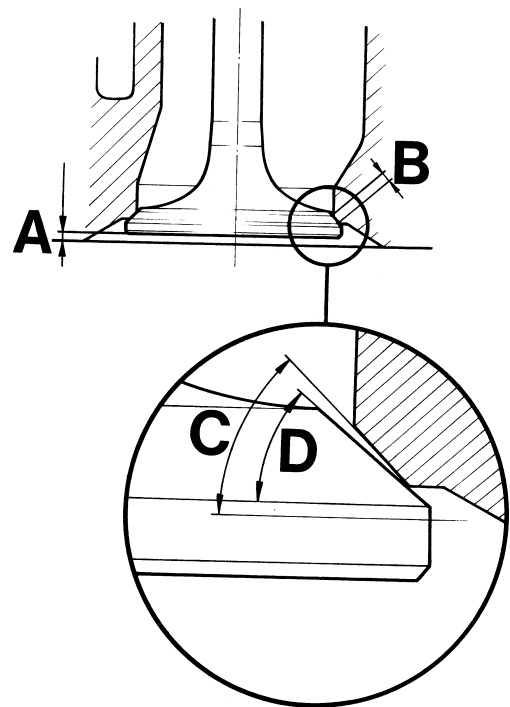

Fig. 12. Data for slipning av ventiler och säten.
2. Bearbeta ventilsätena med brotsch eller slipskiva. Slipa endast så mycket att sätet får rätt form och god anliggningsyta. Sätesvinkeln skall vara  $45^\circ$  och bredden ("B", fig. 12) 1,5 mm. Bredden justeras med  $30^\circ$  resp.  $60^\circ$  brotsch eller slipskiva.
3. Rengör ventiler och slipa dem i maskin. Ventilernas sätesvinkel:  $44,5^\circ$ . Tätningsytan slipas endast så mycket att den blir "ren". Om mindre än 1 mm kant blir kvar på ventiltallriken kasseras ventilen. Likaså kasseras ventil med krokig spindel eller om måttet "A" fig. 12 överstiger 2,5 mm. Överskrids detta mått även med ny ventil skall cylinderlocket bytas.